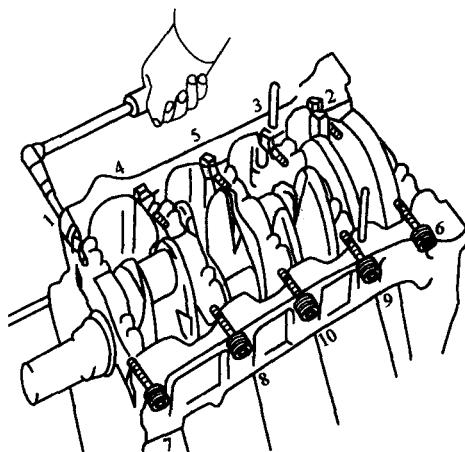

图 1-6 主轴承盖螺栓拧松的顺序
- 6) 按规定顺序拧松主轴承盖螺栓(见图 1-6)，卸下曲轴飞轮组，注意主轴承盖的安装记号。